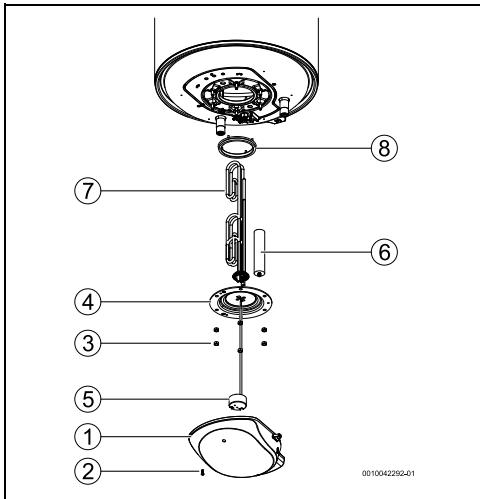

Fig. 11
- Posicionar o termostato na posição máxima de temperatura, rodar o seletor de temperatura para a esquerda até ao batente (→ Fig. 11)